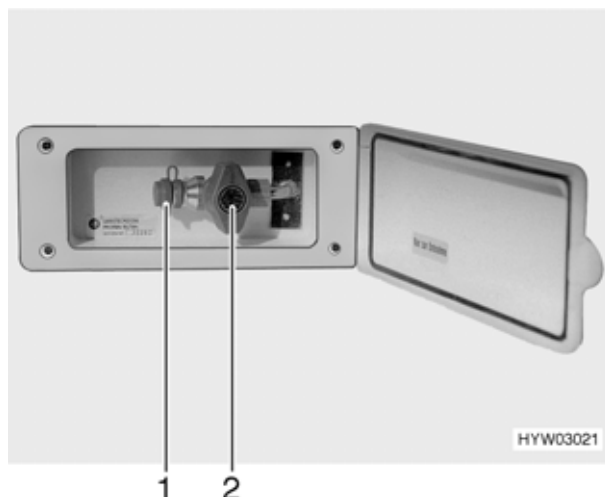

Fig. 104 Presa gas esterna, rubinetto chiuso
- ▶ Quando l'attacco esterno per il gas non viene utilizzato, chiudere sempre il rubinetto (Fig. 104,2).
- ▶ Accertarsi che dopo aver collegato l'impianto a gas e aver aperto il rubinetto non fuoriesca del gas dalla presa esterna (Fig. 104,1). Se l'attacco gas esterno perde, il gas si disperde nell'atmosfera. Chiudere immediatamente il rubinetto e la valvola principale della bombola del gas. Fare controllare la presa esterna del gas da un'officina autorizzata.
L'attacco gas esterno si trova (Fig. 104) sul lato anteriore destro vicino al vano portabombole.